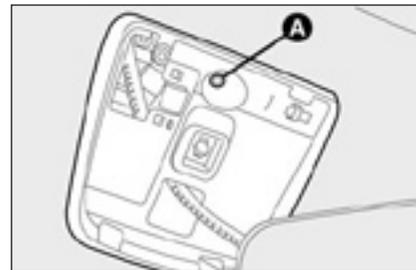

рис. 88
- поместите ключ в прорезь **A** – рис. 88 и вращайте его по часовой стрелке, чтобы открыть люк, и против часовой стрелки, чтобы закрыть.